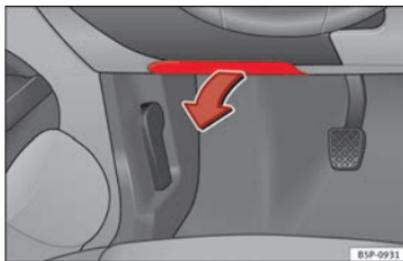

Fig. 179 Côté gauche du tableau de bord : cache du boîtier de fusibles.
- *Ouverture* : rabattez le couvercle vers le bas ⇒ fig. 179.